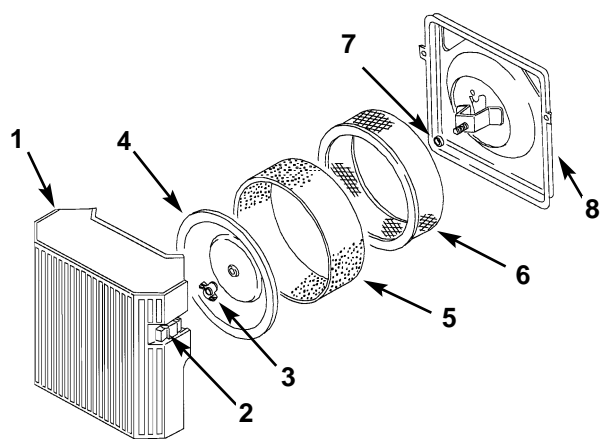

Figure 15
3. Pulite attorno al filtro dell'aria per impedire che lo sporco entri nel motore, danneggiandolo. Togliete la manopola e il coperchio del filtro dell'aria (Fig. 15).
4. Togliete delicatamente il filtro di spugna dal filtro di carta (Fig. 15)
5. Svitare il dado di gomma e togliete il filtro di carta (Fig. 15).
1. Mettete delicatamente il filtro di spugna sopra il filtro di carta (Fig. 15).
2. Inserite il filtro dell'aria al completo sull'asta lunga. Ora avvitate con le dita il dado del coperchio il filtro dell'aria (Fig. 15).
3. Montate il coperchio del filtro dell'aria e la manopola (Fig. 15).